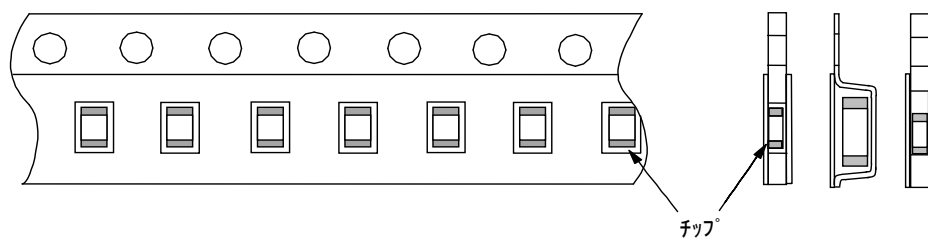

図2 リール寸法
1.11 リールは、樹脂製を使用し外観及び寸法は図2のとおりとします。